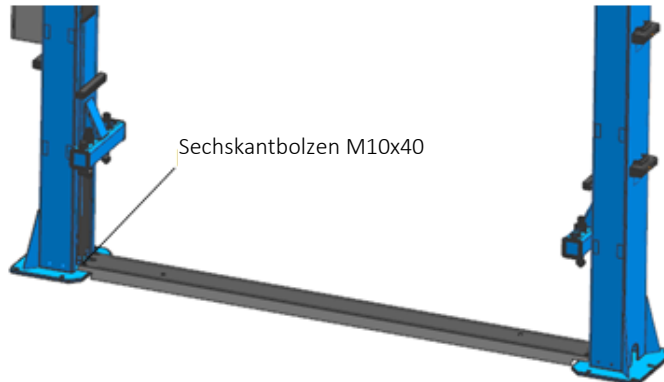

Abb.9
Schritt 8: Montieren Sie die Grundplatte. (Abb.9)